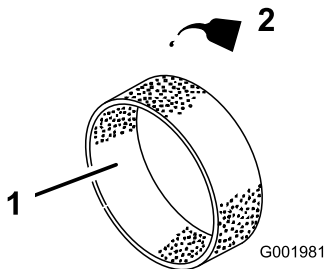

図 46
4. 乾いたら新しいエンジン・オイルを30~60 cc含ませる (図 46)。